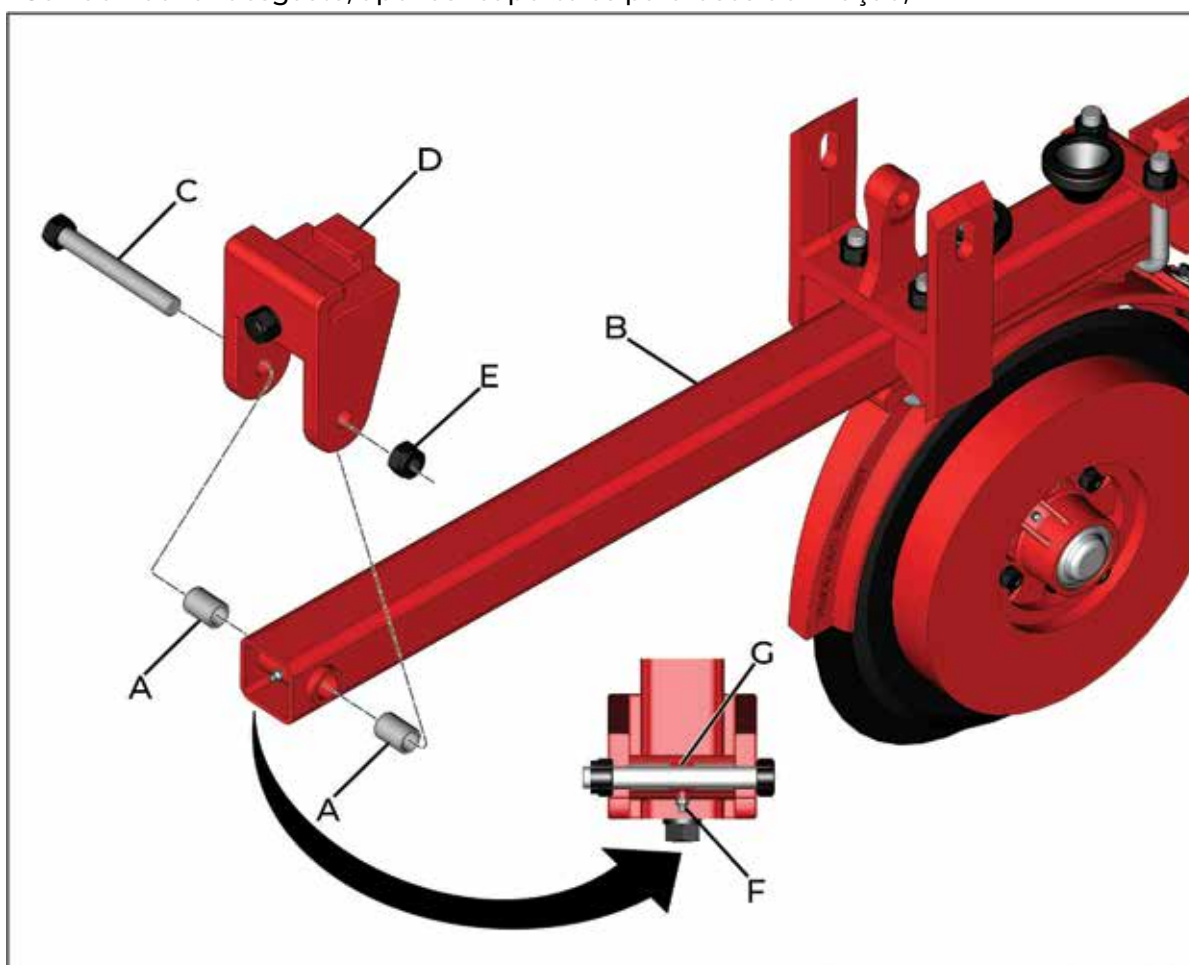

fig. 45
As buchas (A) (fig. 45), trabalham afixadas em conjunto com a linha (B) (fig. 45), e o eixo (C) (fig. 45) permanece fixo pelo suporte (D) (fig.45). Assim, o sistema trabalha em torno da bucha, não havendo o desgaste de outros componentes.
Após as primeiras 8 horas de trabalho, reapertar os eixos de fixação (C) (fig.45), para eliminar possíveis folgas e garantir o espaçamento entre as linhas.
- Afrouxe o eixo de fixação (C) (fig. 45) através da porca (E) (fig. 45);
- Retire a linha (B) (fig. 45);
- Verifique se há desgaste ou folga entre a bucha (A) (fig. 45) e o eixo (C) (fig. 45);